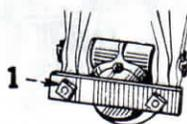

FIGURE 14 - COUSSINET DE BUTEE AVEC SES BOULONS DE REGLAGE.
**1** Enlevez toutes les bobines se trouvant sur le boulon-essieu. Desserrez autant que possible les écrous des boulons de réglage (voir figure 14) et emmanchez dans le coussinet le boulon-essieu avec la fusée en ayant soin de placer une rondelle d'usure à l'intérieur du coussinet.